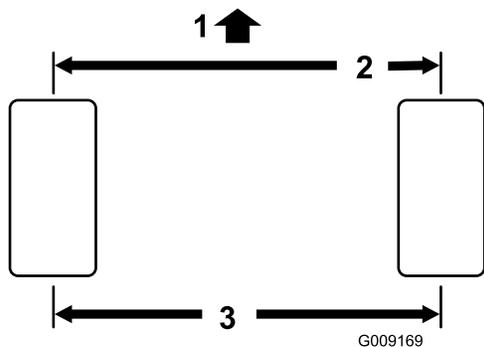

Figura 49
5. Misurate la distanza tra gli pneumatici anteriori all'altezza dell'assale, davanti e dietro le ruote (Figura 49).